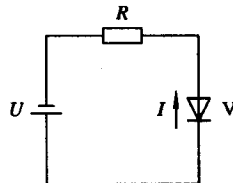

图 1-2
5. 电路如图 1-2 所示, 已知二极管的反向击穿电压为 20 V, 当 $U = 5$ V, 温度为 20℃ 时 $I = 2$ μ A。若电源电压由 5 V 增加到 10 V, 则电流 I 约为\_\_\_\_\_。
6. 电路如图 1-2 所示, 已知条件同第 5 题, 当电源电压保持 5 V, 温度由 20℃ 下降到 10℃ 时, 则电流 I 约为\_\_\_\_\_。